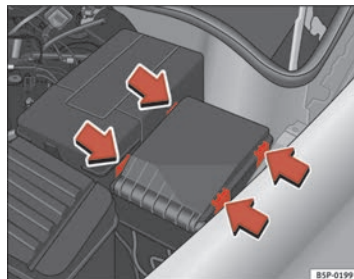

Fig. 183 Tapa de la caja de fusibles en el compartimiento motor
- Retire la tapa de fusibles del compartimento del motor haciendo presión sobre las lengüetas hacia el centro de la tapa ⇒ fig. 183. ►